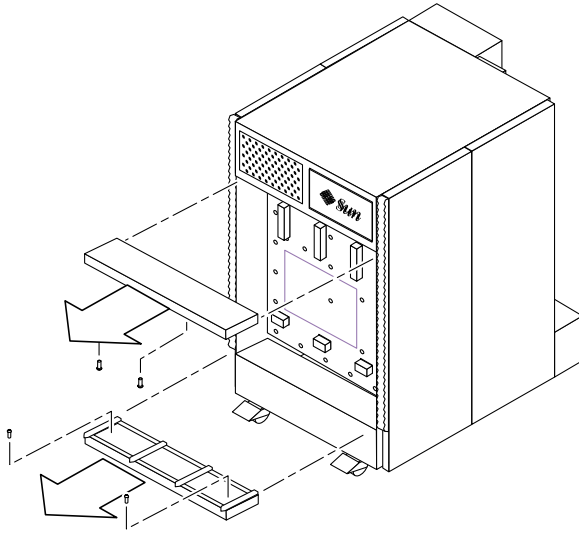

図 12-23 上部および下部の電源装置補助材の取り外し — Sun Fire 4800 システム
5. 下部および上部の電源装置補助材を取り付けます (図 12-23)。